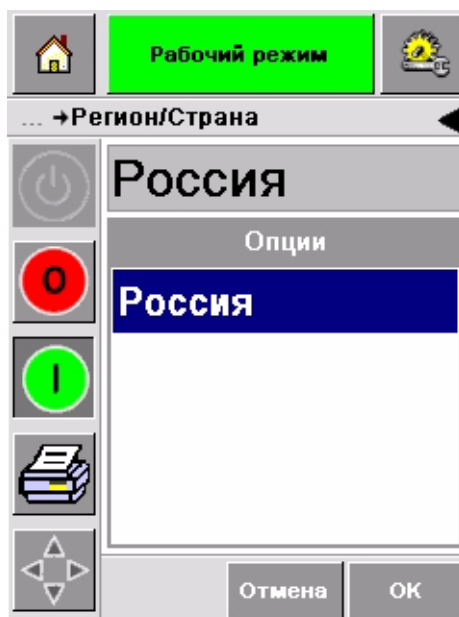

рисунок 3-11: Список регионов/стран
- 5 Нажмите кнопку «Region» (регион). Отображается список всех доступных регионов (Рисунок 3-11).